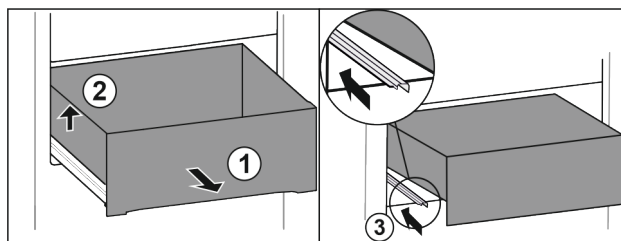

Fig. 127
- ▶ Estrarre il cassetto fino all'arresto. Fig. 127 (1)
- ▶ Sollevare il cassetto a sinistra. Fig. 127 (2)
- ▶ Inserire la guida sinistra. Fig. 127 (3)